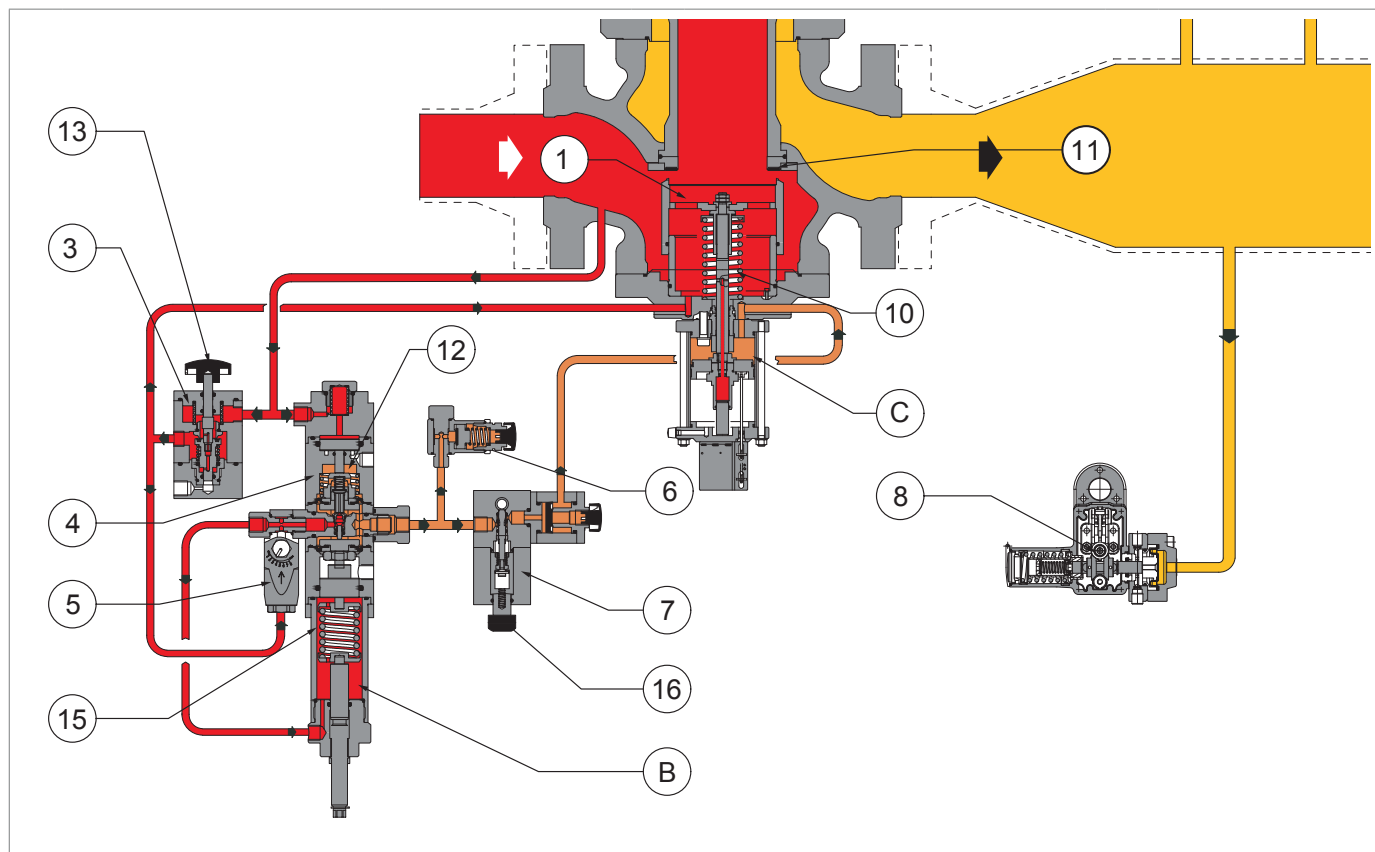

Fig. 4.12. REFLUX 819 con válvula de bloqueo incorporada HB/97
La válvula de bloqueo HB/97 incorporada consta de (véase Fig. 4.12):
El dispositivo LINE OFF 2.0 (3) consta de (véase Fig. 4.12):